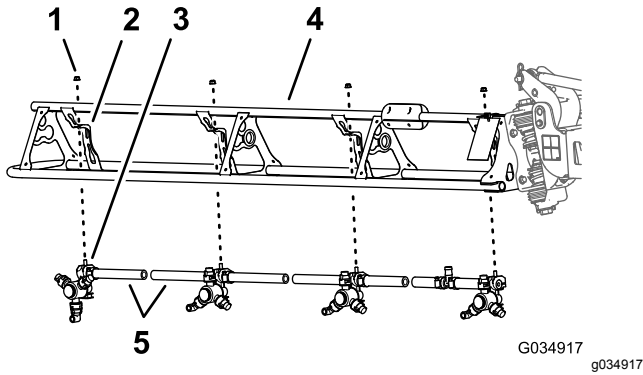

图 67
1. 在外部喷洒臂段切断两个喷嘴之间的软管图 67。
2. 拧下将喷嘴固定到喷嘴固定架的凸缘锁紧螺母 5/16 英寸图 67。
5. 在中央喷洒臂段切断两个喷嘴之间的软管图 67。